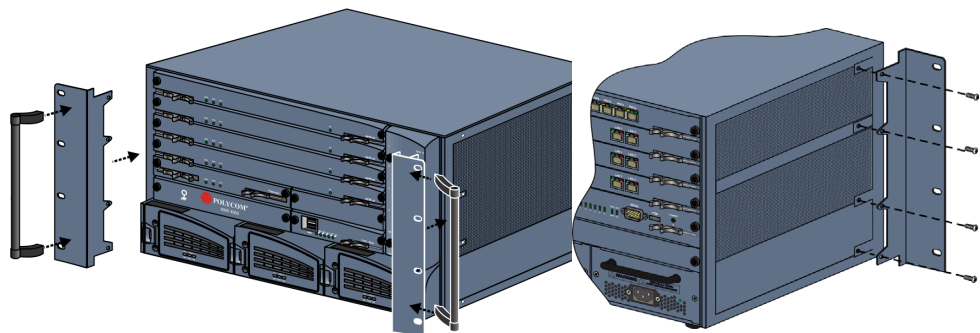

Figura 1-5 Instalación de las manijas y ménsulas y vista detallada de la colocación de la ménsula de 23"
- 2 Después de quitar las partes, coloque las ménsulas de 23" que vienen en el kit de accesorios de instalación en bastidor y vuelva a instalar las manijas a las ménsulas. Esto se muestra en la Figura 1-5.